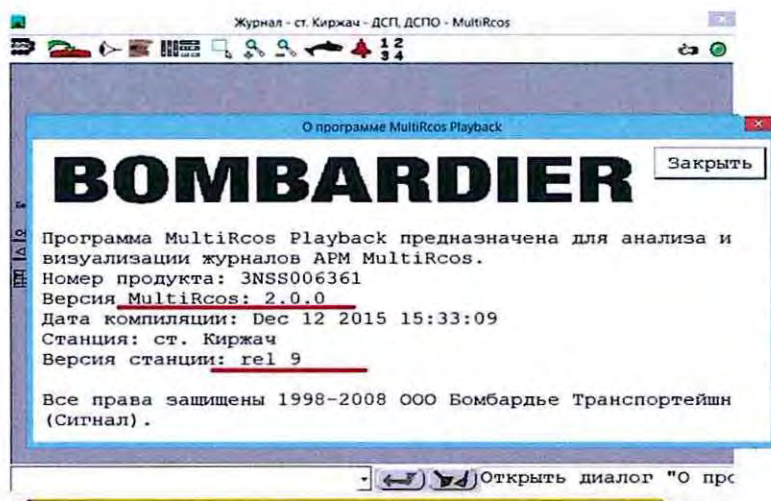

Рисунок 2. Версия программного обеспечения.
7.1.4 Проверить соответствие версии установленного ПО с данными о последней установке ПО, которые должны быть отражены в «Журнале учета оборудования АРМ и программного обеспечения» (Рисунок 2).